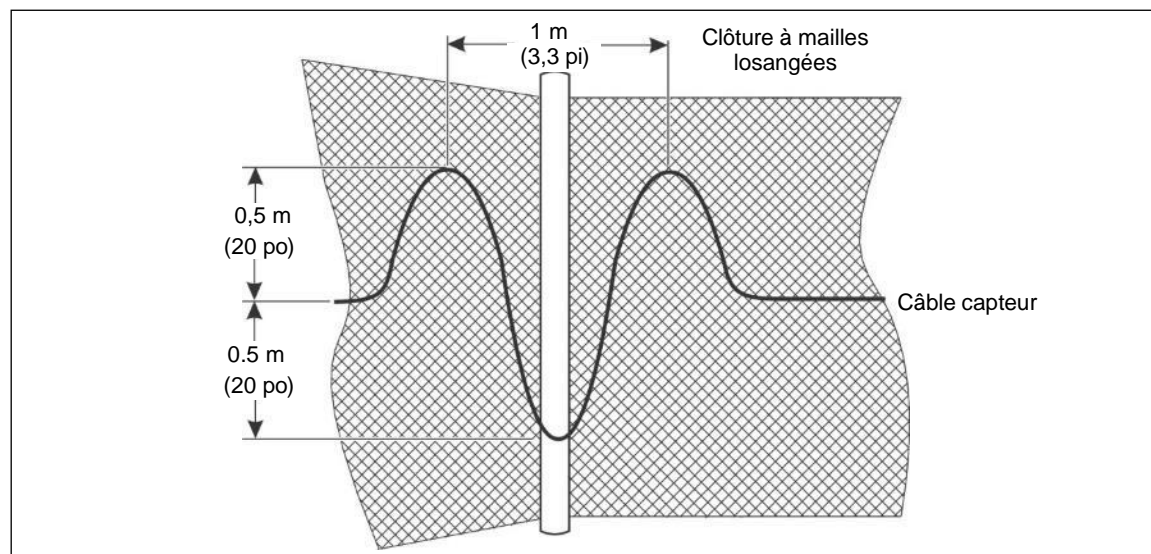
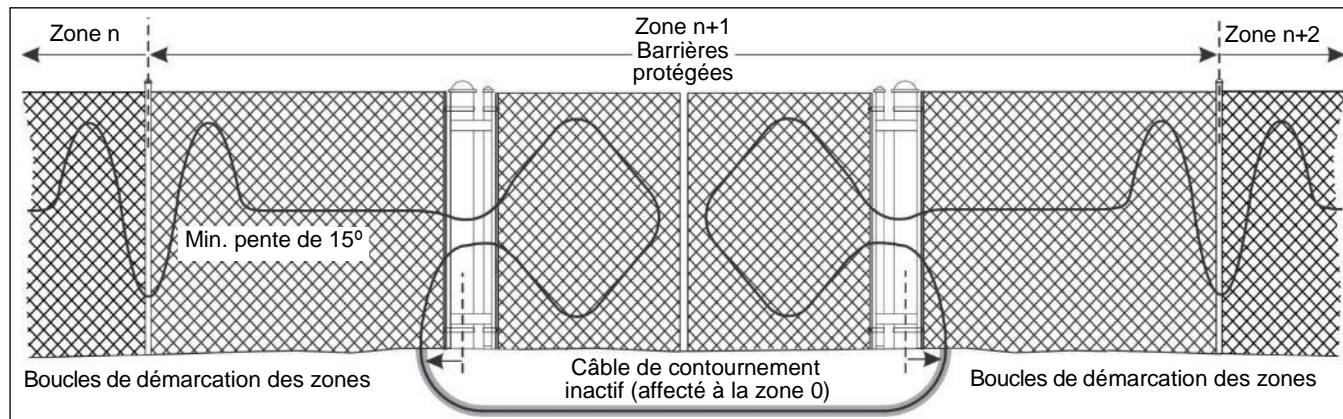

Figure 23 : Boucles de sensibilité à l'angle et aux poteaux de gros calibre
Figure 24 : Boucles de démarcation de zone optionnelles pour les limites de zone définies par logiciel (accès protégé par barrière)
- En option, installez des boucles de démarcation de zone aux limites des zones douces pour une isolation accrue des zones. Le câble supplémentaire permet de s'assurer que les cibles valides sont localisées avec précision dans la bonne zone. Voir la Figure 23 : pour les recommandations de disposition des boucles de sensibilité et des boucles de démarcation de zone. Voir la Figure 24 : pour une illustration de l'utilisation des boucles de démarcation de zone.